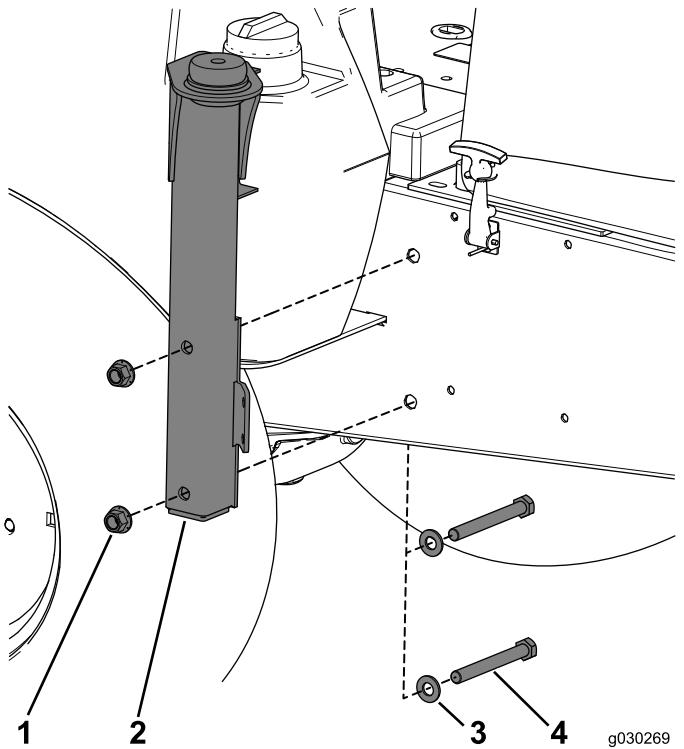

Figura 15
- Fixe a montagem esquerda à máquina utilizando 2 parafusos (½ pol. x 4½ pol.), 2 anilhas pequenas e 2 porcas de bloqueio (Figura 15).